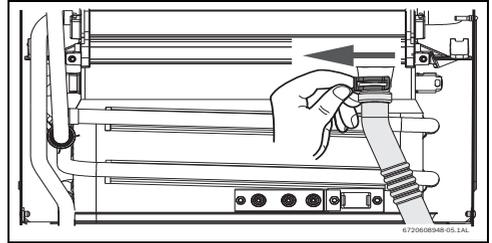

Fig. 28
- ▶ Retirar el clip y soltar la extremidad del tubo de condensados, consultar (Fig. 28).